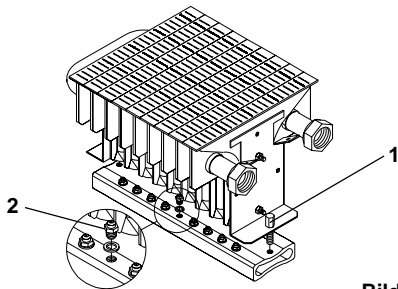

Bild 1
- die vordere Sechskantschraube der Gasverteilerbefestigung (1, Bild 1) entfernen